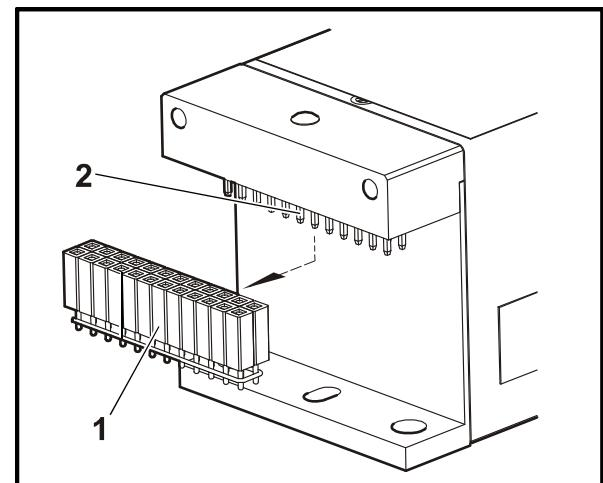

Abb. 22 Laser für Transport / Lagerung vorbereiten
- Falls notwendig, befestigen Sie den Transportstecker (Abb. 22/1) an der Stifteleiste des Laserdiodenmoduls (Abb. 22/2).